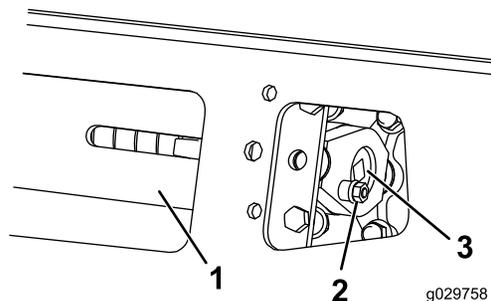
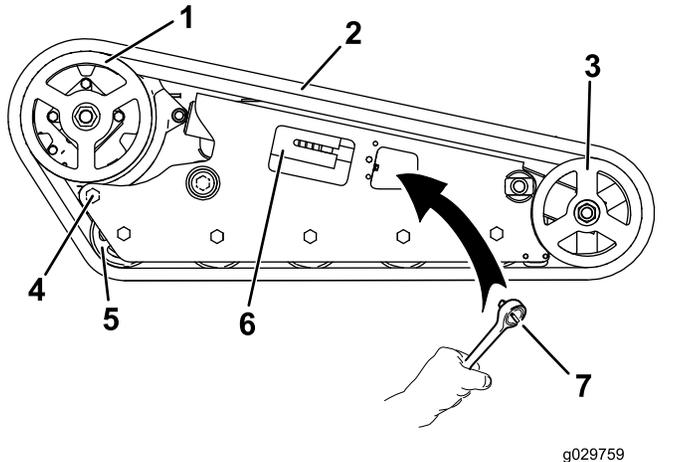

図 57
図 58
3. ロッキングボルトとナットを外す 図 57。
5. テンションねじのノッチのうち、ロッキングボルトの穴に一番近いノッチを穴に合わせ、ねじを溝をローラを適切な穴に合わせてセットし、シャフトを通してボルトとナットで固定する 図 57。
- ロックングボルトとナットを外す 図 57。
- 1/2" のドライブレレンチを使用して、テンショニングねじを左にまわしてドライブテンションを解放する 図 57と図 58。
- 後ボルト駆動ホイールの近くをゆるめる 図 58。
- 前ホイールからクローラが外れたら、駆動スプロケットとロードホイールからもクローラを外す 図 58。
- 前輪にクローラを回し掛ける 図 58。
- ロードホイールとロードホイールの間にクローラを押し込む 図 58。
- 駆動スプロケットにクローラを巻き付ける 図 58。
4. ロッキングボルトとナットを外す 図 57。
5. ½" のドライブレンチを使用して、テンショニングねじを左にまわしてドライブテンションを解放する 図 57と図 58。
6. 後ボルト駆動ホイールの近くをゆるめる 図 58。